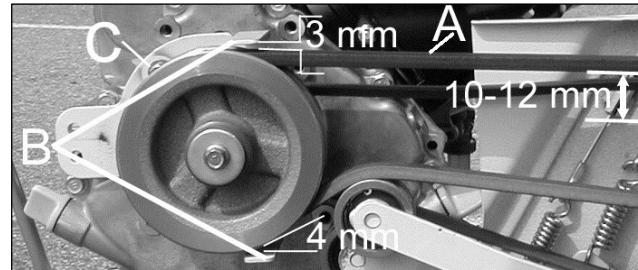

Figure 22
- Poussez la courroie avec un doigt entre les deux arbres (A, Figure 22) la courroie doit flétrir de 10 à 12 mm. Si la courroie ne se déplace pas en conséquence, effectuer réglage à nouveau.
- Quand vous appuyez sur cette courroie avec un doigt (A, Figure 22) la flèche doit être comprise entre 12 et 14 mm (Figure 22). Si tel n'est pas le cas, modifier la tension du câble de commande de la transmission. Reportez-vous au chapitre